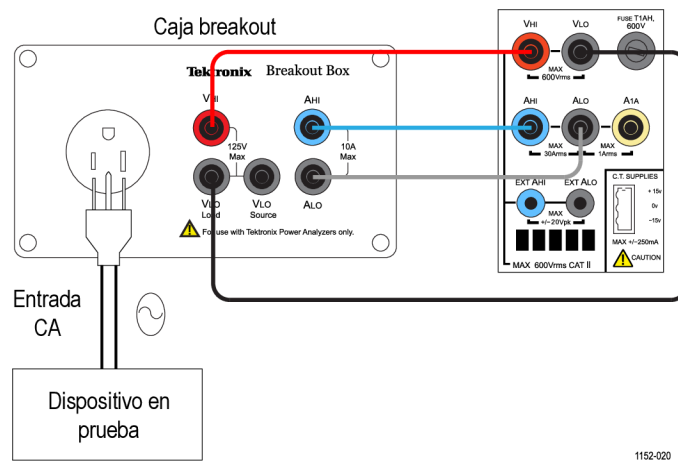

Figura 58: Diagrama de cableado para medidas de corriente de pico
- Conecte el DUT con una caja breakout de Tektronix (BB1000), tal como muestra el diagrama de cableado. (Consulte la figura 58.)